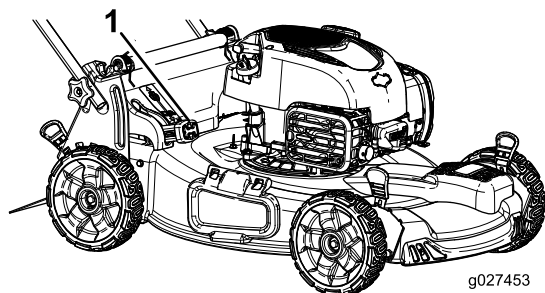

Figure 23
- **Pour ramasser les déchets d'herbe et de feuilles,** appuyez sur le bouton du levier de ramassage sur demande et déplacez le levier complètement en avant jusqu'à ce que le bouton ressorte (Figure 23).